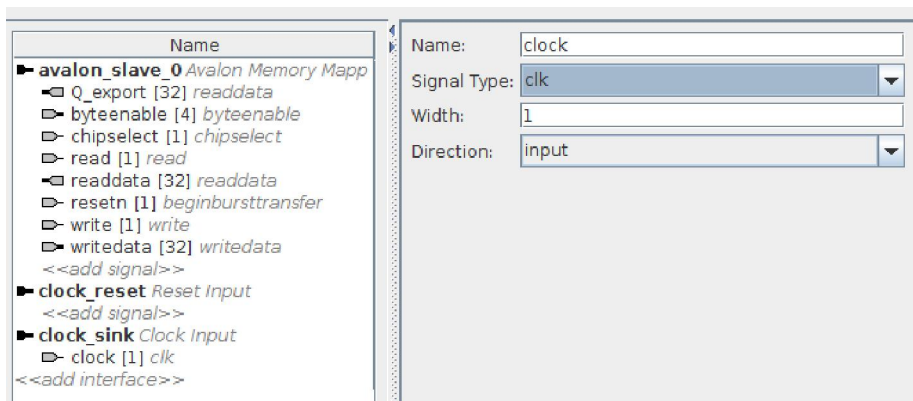

Рисунок 4. Налаштування сигналу **clock[1]**.
9. Далі необхідно узгодити інтерфейс власного компонента з інтерфейсом шини Avalon. Перейдіть на вкладку **Signals & Interfaces**. Зліва, натисніть на полі **<<add interface>>** і оберіть з контекстного меню **Clock Input**. Перетягніть сигнал **clock[1]** до новоствореного інтерфейсу та змініть тип сигналу (у правому вікні) на **clk**. Результат зображено на рис. 4.